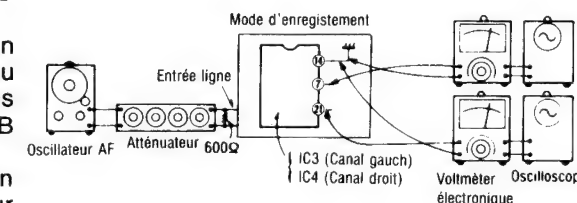

Fig. 17
- Brancher les appareils comme indiqué dans la Fig. 17.